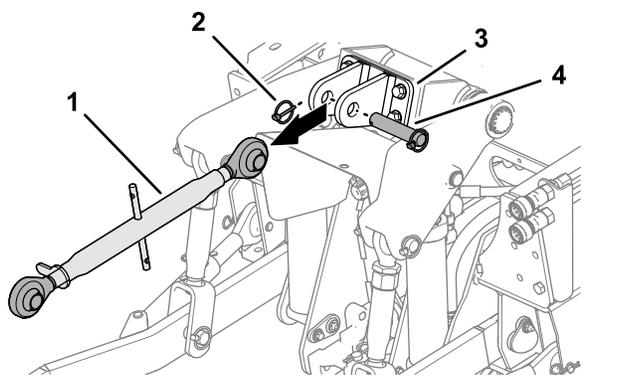

図 19
3. 上部リンクブラケットが付いている場合には、そこからリンチピン、クレビスピン、上側3点リンクを外す 図 19。